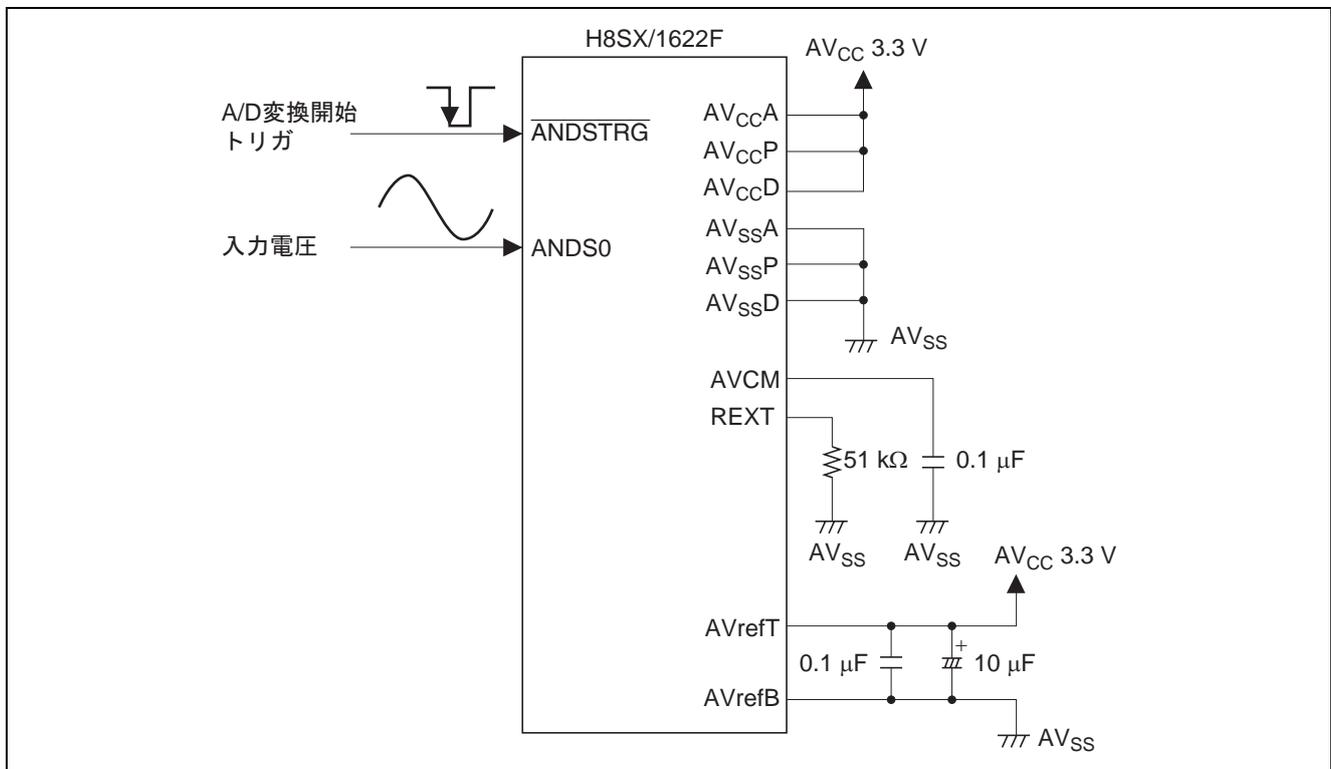

図 1 シングルモードによる $\Delta\Sigma$ A/D 変換接続例
- (1) 図 1 に、シングルモードによる $\Delta\Sigma$ A/D 変換接続例を示します。
- (2) シングルモードによる 1 チャンネル 1 回の A/D 変換動作を行います。
- (3) ANDS0 端子の入力電圧は、1.45 V~1.85 V の範囲で変化するものとします。 $\Delta\Sigma$ A/D 変換のゲインは 8 倍に設定し、DC 成分のオフセットキャンセルは入力電圧の中心値である 1.65 V に設定します。
- (4) A/D 変換は、外部トリガにより起動します。
- (5) ANDSTRG 端子に立ち下がりエッジが入力されると、A/D 変換結果が DSADDR0 レジスタに格納され、そのレジスタ値を内蔵 RAM に転送します。チャンネル 0 の ANDS0 端子の入力電圧は、A/D 変換した結果をオフセットキャンセル電圧を基準とした符号付き 2 の補数として、DSADDR0 レジスタに格納されます。